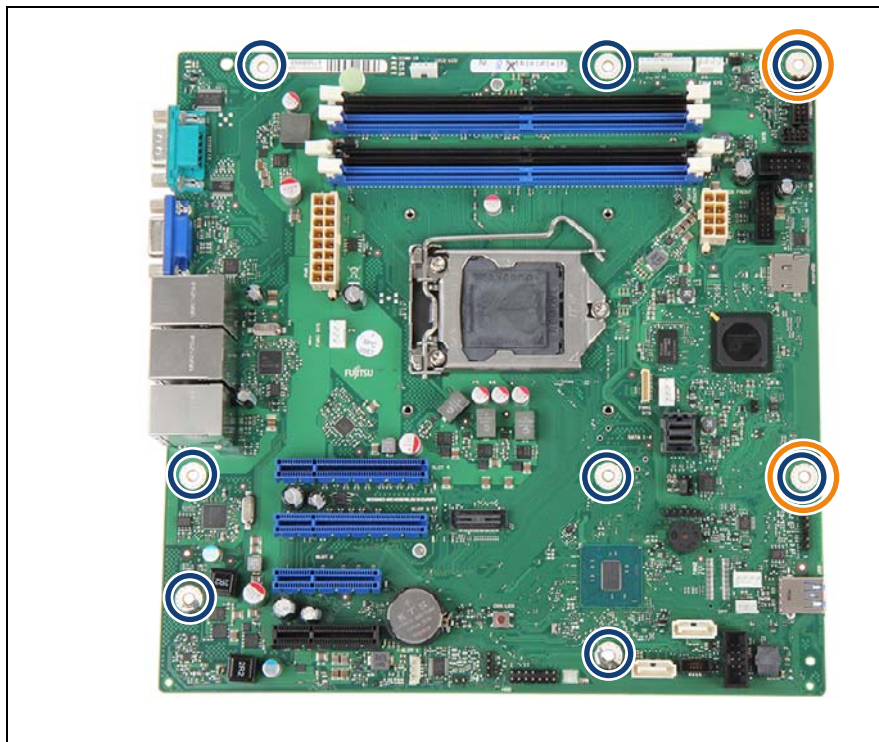

図 198: システムボードをネジで固定する
- ▶ システムボードを調節します（図 198 のオレンジ色の丸はセンタリングボルトを示します）。
- ▶ システムボードを 8 本のネジで固定します（図 198 の丸で囲んだ部分）。